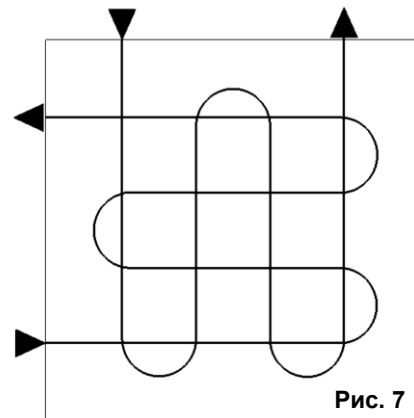

Рис. 7
- Для обеспечения равномерного покрытия не следует перемещать краскопульт слишком быстро или слишком медленно. При быстром перемещении слой покрытия получится очень тонким, а при медленном слишком толстым. (См. Рис.7,8).